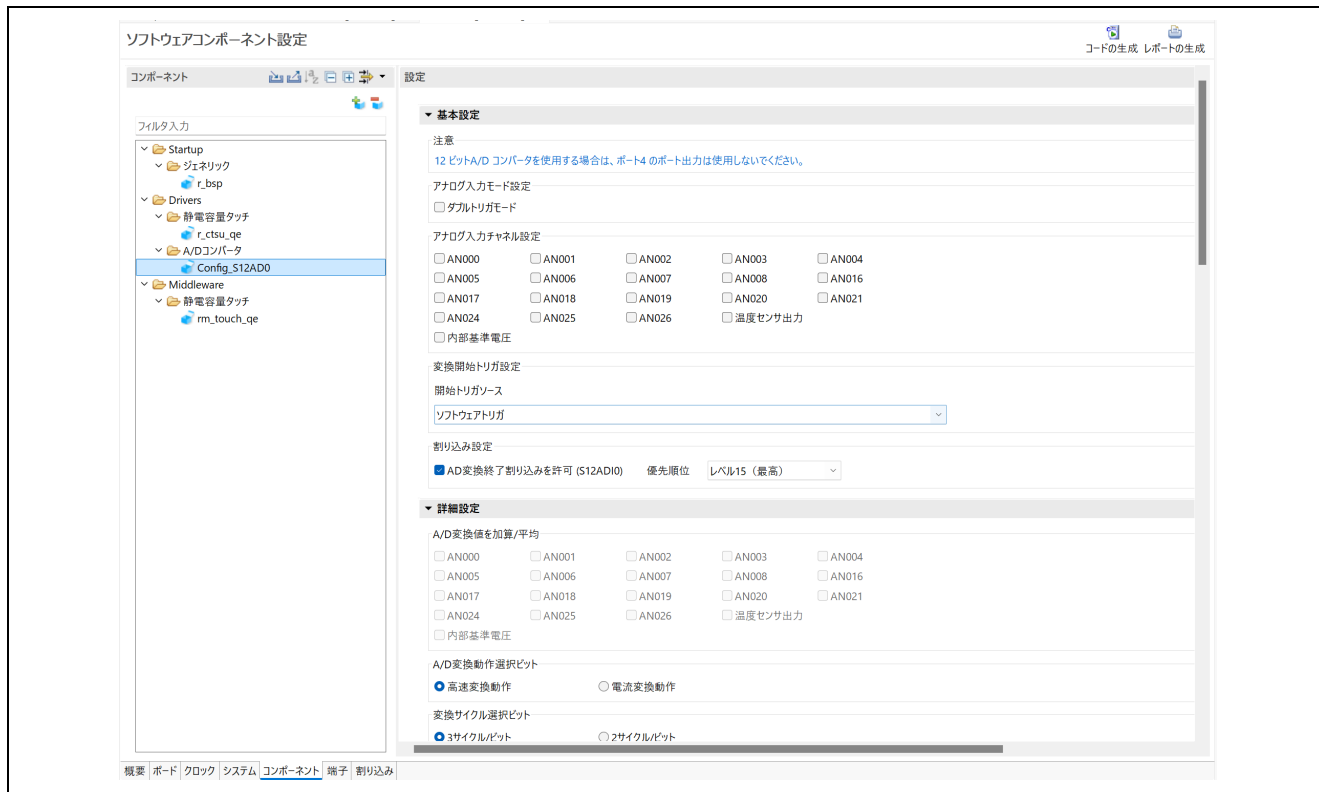

図 6-24 ADC ドライバの追加 (RX)
4. 図 6-24 に示す通り、ADC ドライバを追加します。このとき、ADC 端子 (ANxxx) を選択する必要はありません。